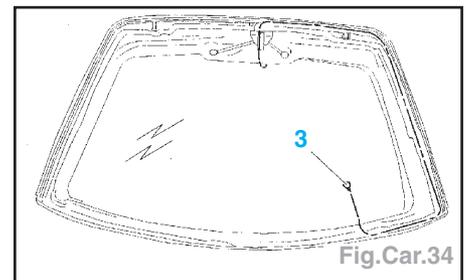

Fig.Car.34
- poser le faisceau réparation (3) (le long du surmoulage de la lunette arrière) (Fig.Car.34).